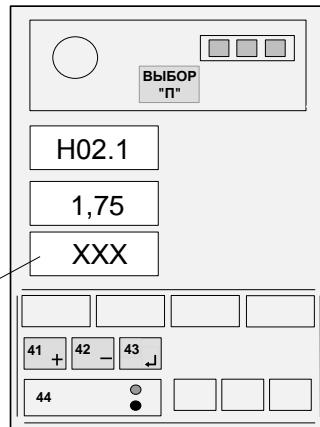

Рисунок 12
Нажимая кнопки "+" (41) и "-" (42), набрать на среднем ИЖЦ значение вылета, указанного в правом столбце таблицы 6 (см. рисунок 12) для установленного значения вылета по рулетке.
Нажать на время 1 с кнопку "„" (43, - см. рисунок 12) и, проконтролировав короткий звуковой сигнал, отпустить кнопку.